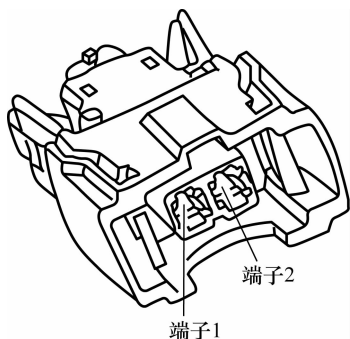

图 2-40 喷油器端子
(1) 发动机运转时,用手指接触喷油器,应可察觉到喷油脉动。
(2) 检查喷油器电阻值,应符合规定的标准。
(3) 喷油器拆下后,通 12 V 电压时,应可听到接通和断开的声音。此项试验,通电时间应不大于 4 s,再次试验应间隔 30 s,以防喷油器发热损坏。
(4) 测量喷油器供电电压。打开点火开关时,端子 1 对地电压应等于蓄电池电压,如图 2-40 所示。如果符合要求,则应检查端子 1 到附加熔体间的线路有无断路或接触不良。